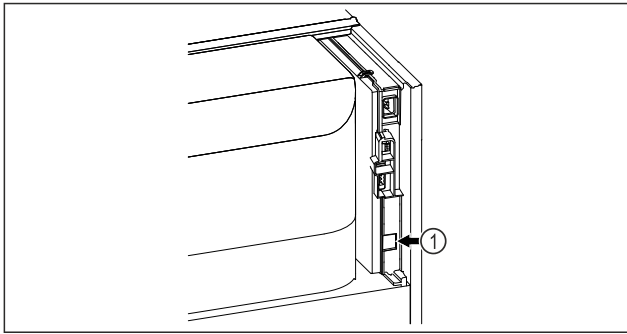

Fig. 97
- SmartModule Fig. 97 (1) er indsat.